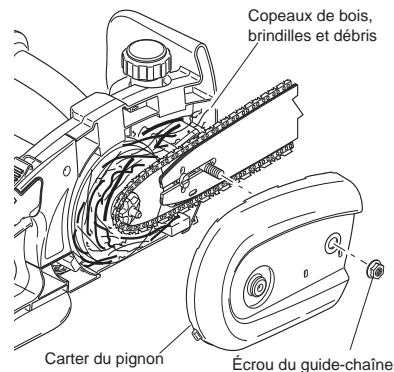

Figure 10 - Retrait du couvercle du pignon et élimination des débris
2. Dévisser et retirer l'écrou du guide-chaîne (voir la Figure 10).